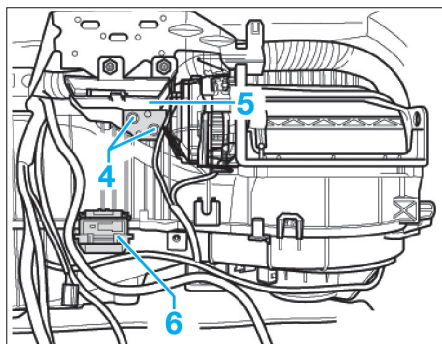

Fig. 15
- Déposer les vis (4) du support (5) (Fig.15).